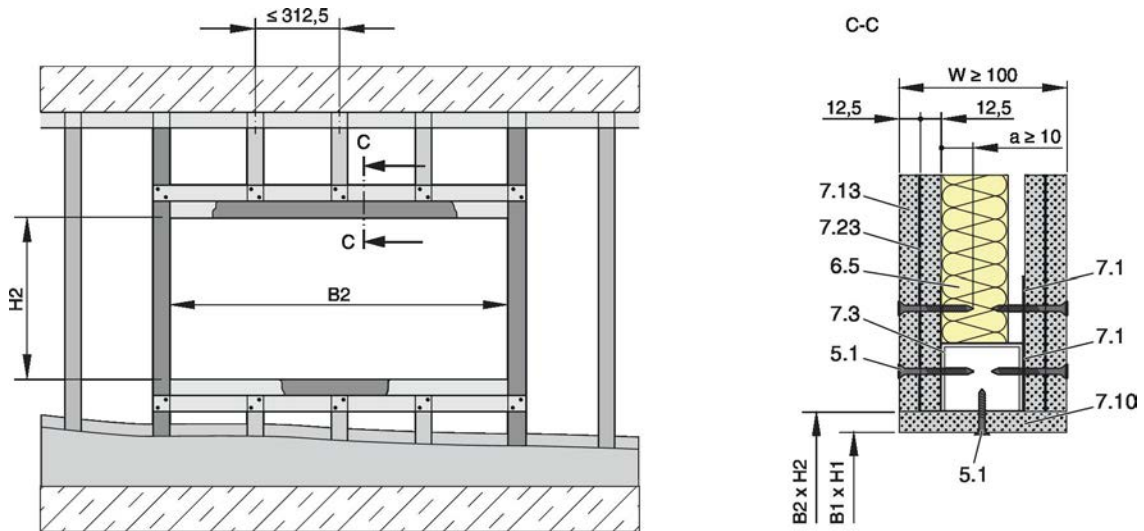

Abb. 50: Brandwand
1. ▶ Leichtbauwand nach Herstellerangaben errichten und Einbauöffnung herstellen Abb. 50 bis Abb. 52.
1. ▶ Brandwand nach Herstellerangaben errichten und Einbauöffnung herstellen Abb. 50 bis Abb. 52.